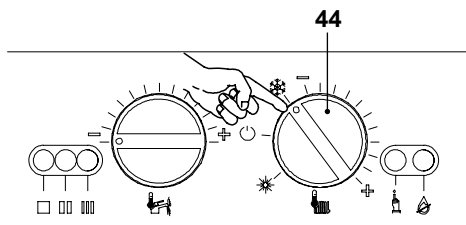

Figura 9.18
• Quindi riposizionarlo in richiesta Riscaldamento/sanitario Figura 9.18